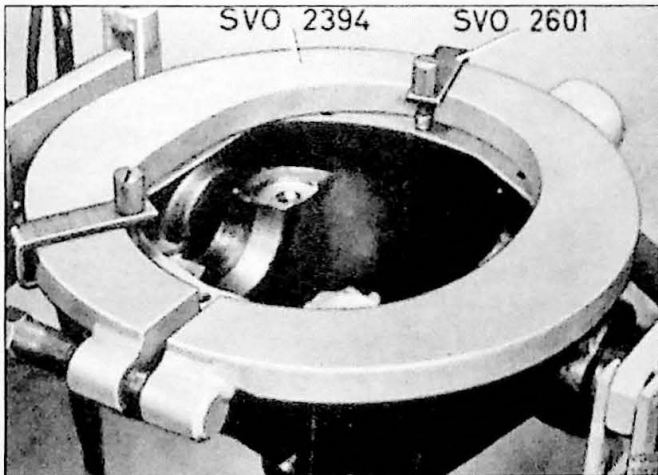

Fig. 9.16. Uitspannen van het achterashuis
6. Breng werktuig SVO 2394 aan in het gat op het kardanhuis zoals in Fig. 9.16. Zet het werktuig vast met SVO 2601. Draai het werktuig zover uit tot het precies vast zit in de gaten op het huis. Span hierna de bouten nog 3-3,5 slag. Licht het differentieel met kroonwiel eruit. Werktuig SVO 2337 kan hiervoor gebruikt worden.